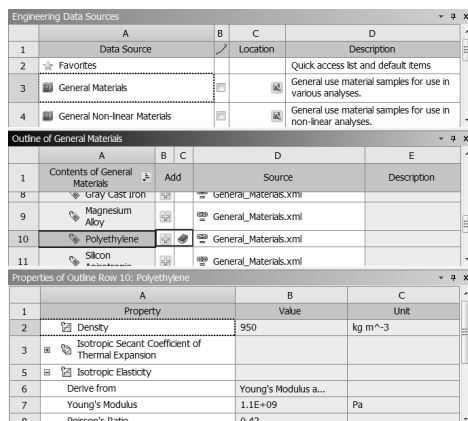

图 5-12 添加材料
Step3：在 Engineering Data Sources 表中选择 A3 栏 General Materials 选项，然后单击 Outline of General Materials 表中 A10 栏 Polyethylene（聚乙烯）后的 B10 栏的 （添加）按钮，此时在 C10 栏中会显示 （使用中的）标识，如图 5-12 所示，标识材料添加成功。